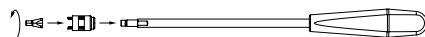

Afb. 7
- Demonteer het staaflengte-meetinstrument 11, zie Afb. 7.